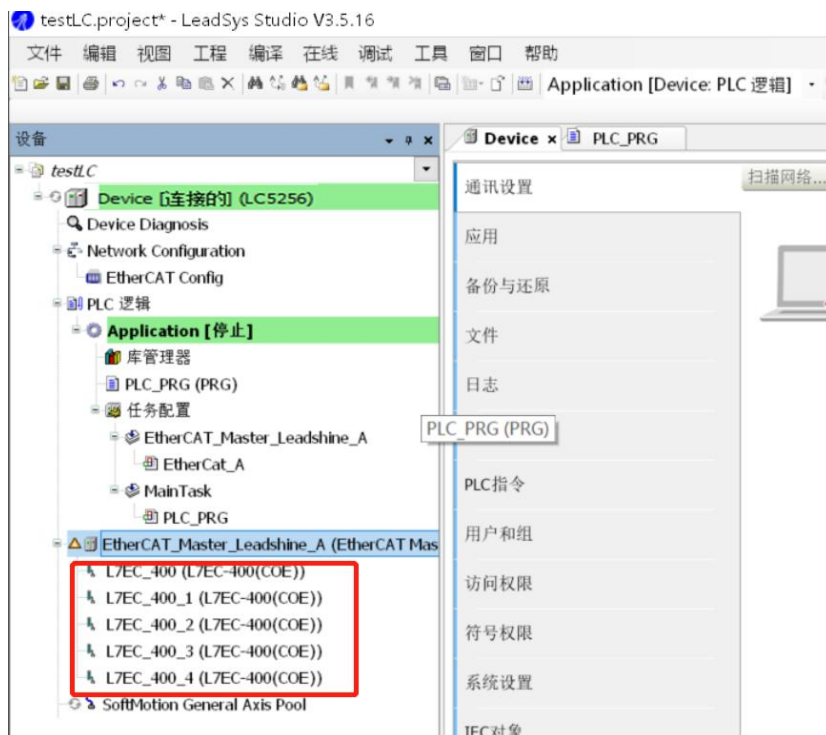

图 2.18 电机没有对应的 402 轴
- 1) 检查扫描组态的 5 台伺服电机，如果没有 402 轴，如图 2.18 所示，需要在离线状态下，手动添加 402 轴。（正常情况，不需要操作这一步）